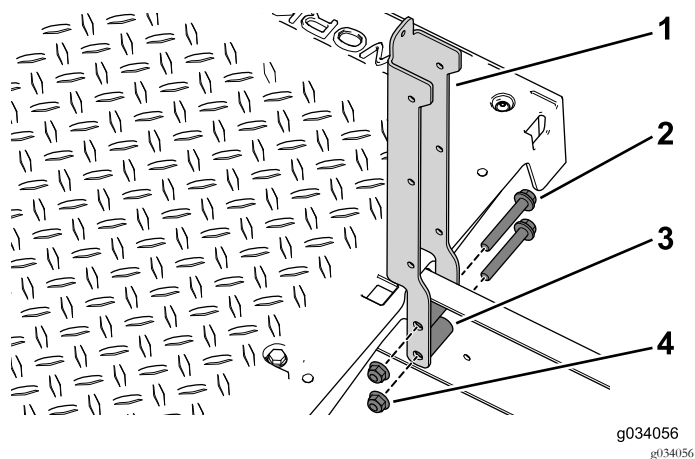

Figura 39
3. Utilize os quatro parafusos flangeados (3/8 x 2½ pol.), espaçadores e porcas flangeadas para prender os suportes do banco esquerdo e direito à máquina (Figura 39).